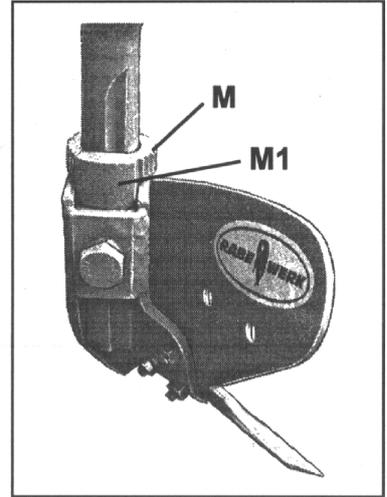

Fig.11
La distance au corps est modifiable par décalage ou retournement du support et dans le cas de tiges rondes, elle est réglable en outre par rotation de la tige. Lors du montage de rasettes (sur tiges rondes) mettre en place le disque cranté (M) et la pièce de pression (M1, fig. 11). Régler la profondeur des rasettes de manière à ce que seules leurs arêtes travaillent dans le sol.